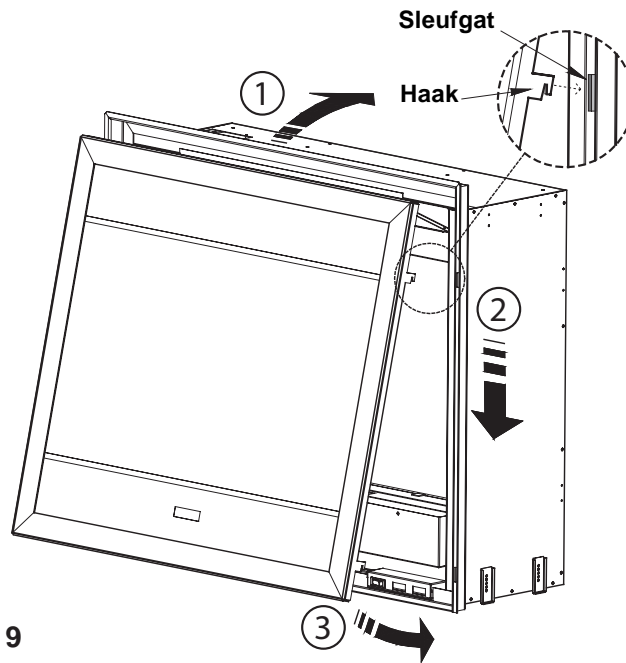

Fig. 9
1. Houdt het binnenframe schuin omhoog en plaats de bovenste haken in de sleufgaten boven – zie fig. 9